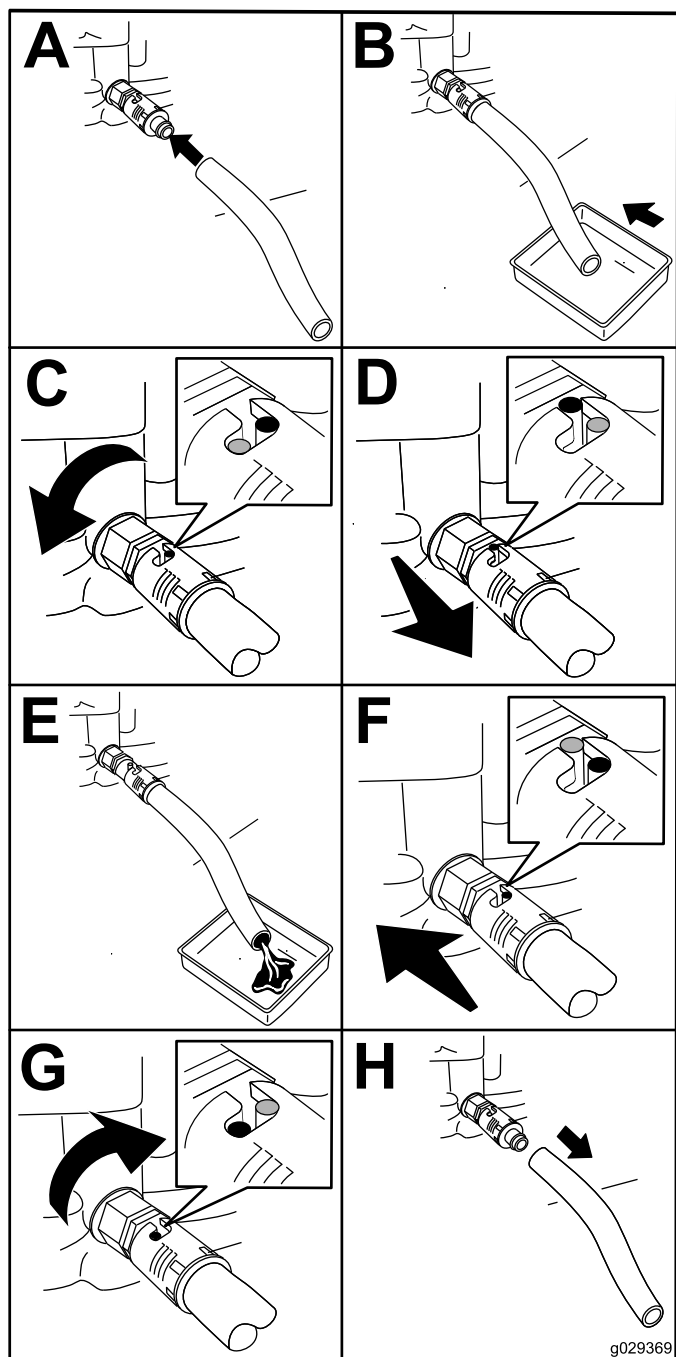

Figura 30
4. Instale la manguera de vaciado en la válvula de vaciado (Figura 30).
5. Coloque el otro extremo de la manguera en un recipiente apropiado para recoger el aceite (Figura 30).
6. Gire la válvula de vaciado de aceite 1/4 de vuelta en sentido antihorario para empezar a vaciar el aceite (Figura 30).
7. Cuando todo el aceite se haya drenado, cierre la válvula de vaciado de aceite 1/4 de vuelta en sentido horario para cerrar la válvula (Figura 30).